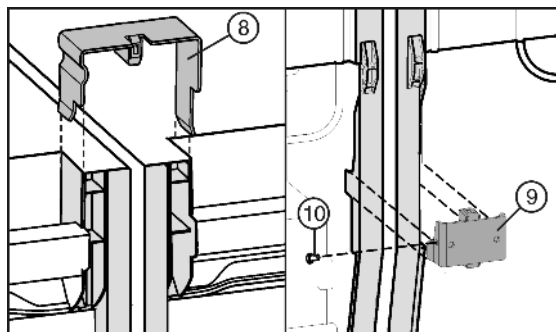

Fig. 7
- ▶ Coloque una abrazadera de unión Fig. 7 (8) en la parte superior de las paredes laterales intermedias.
- ▶ Introduzca una escuadra de unión Fig. 7 (9) en la escotadura adecuada de la parte inferior.
- ▶ Si la escuadra de unión está algo floja, monte un tornillo Fig. 7 (10).